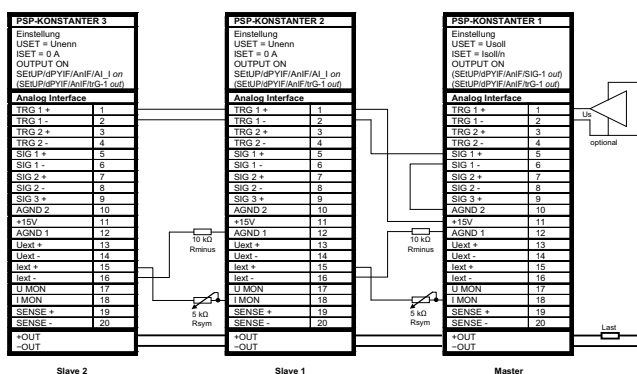

Bild 7.9.2 Verdrahtung für Master / Slave Parallelschaltung
- Verkoppeln Sie Master- und Slave-Gerät(e) wie in Bild 7.9.2 dargestellt.
- Damit wie im Beispiel Bild 7.9.2 der OUTPUT ON Zustand der Slaves mit dem OUTPUT ON Zustand des Masters über die Signalausgangs- und Triggereingangsbeschaltung geschaltet wird, muss am Master „SETUP/dPYIF/AnIF/SiG-(x1) out“ und an den Slaves „SETUP/dPYIF/AnIF/trG-(x2) out“, (x1) und (x2) im Beispiel jeweils 1, eingestellt werden.